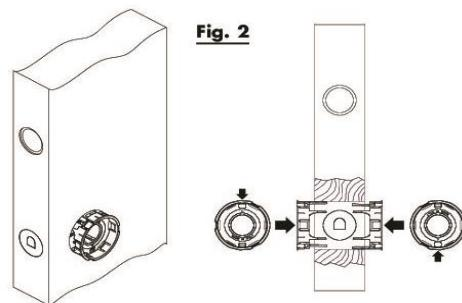

Fig. 2
3. Plaats de 2 plastieken inserts in hun behuizing, diam. 48mm (fig.2). Draai de inserts 180° tot ze automatisch de deurdikte aannemen.
3. Mettez les 2 supports en plastique dans leurs châssis, diam. 48mm (fig.2). Tournez les supports 180 °, jusqu' au moment qu' ils prennent l' épaisseur du panneau de la porte.